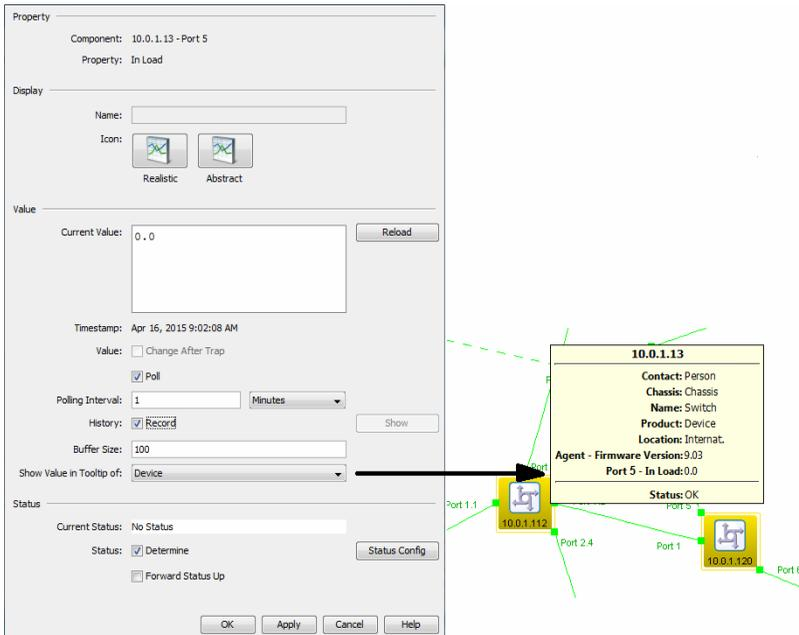

Figura 62: Características de detalle
- ▶ Mediante “Tamaño de buffer” especifica cuántas líneas acumula el archivo de log. Si desea que este valor aparezca de forma adicional en la información rápida de un componente superior, seleccione el componente “Presenta valor en ventana de ayuda” de la lista desplegable (ver la figura 62).